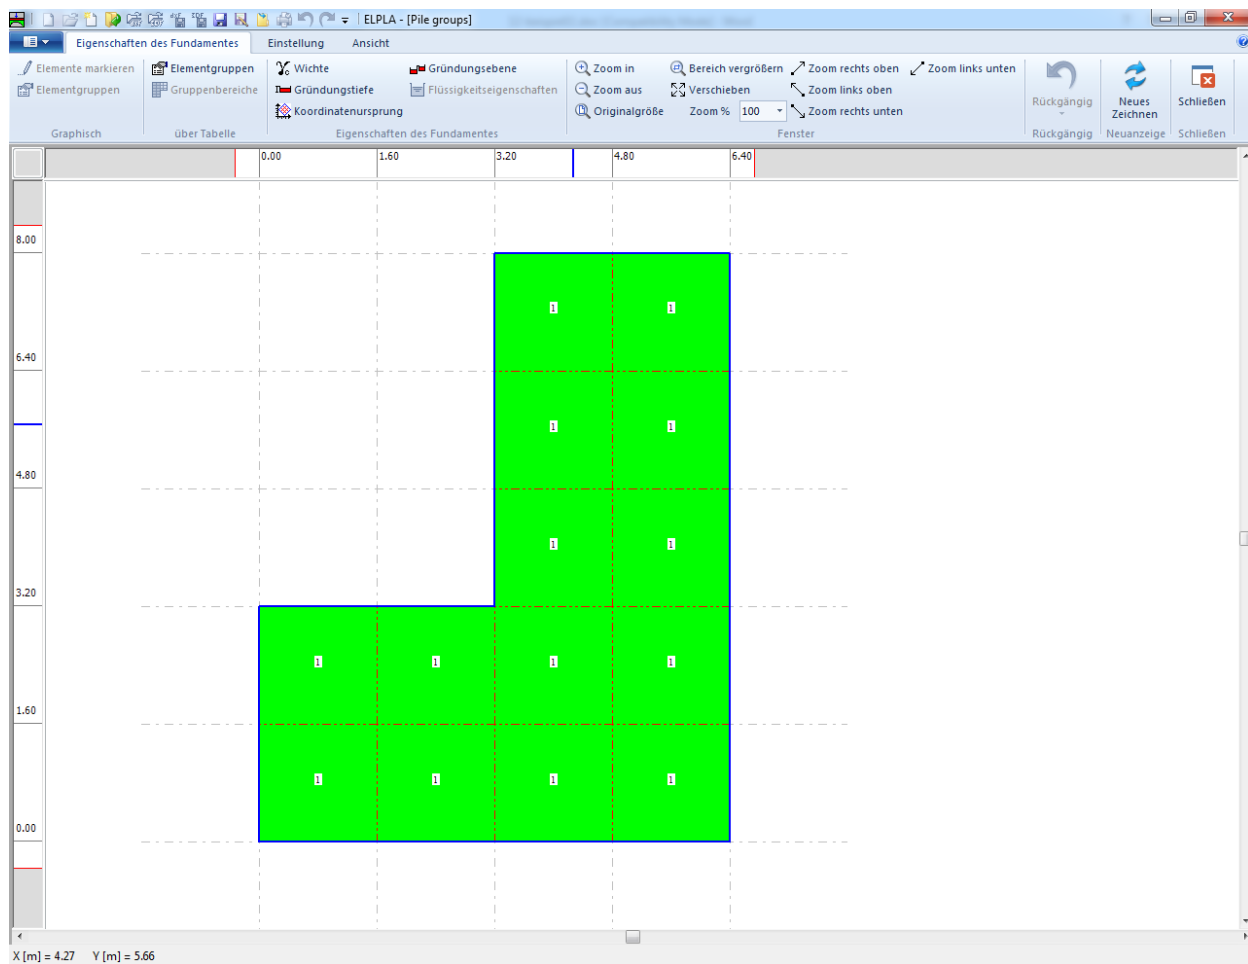
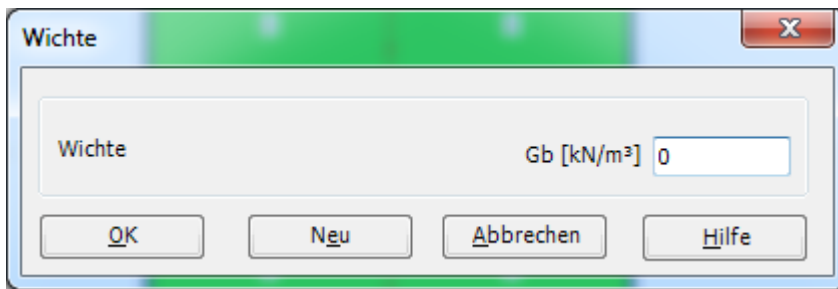

Bild 11.28 "Eigenschaften des Fundaments" Fenster
Bild 11.29 Dialogfeld "Wichte"
- Wählen Sie den Befehl "Eigenschaften des Fundaments" aus der Registerkarte "Daten". Das folgende Fenster im Bild 11.28 erscheint mit Standardwerten von Eigenschaften des Fundaments. In diesem Beispiel muss die Wichte des Fundamentbetons eingegeben werden. Die anderen Daten entsprechen den Eigenschaften des Fundaments in den Programmmenüs. Deshalb kann der Benutzer diese Daten aus den Standardwerten der Eigenschaften des Fundaments übernehmen
- Wählen Sie "Wichte" aus dem Menü "Eigenschaften des Fundaments" im Fenster von Bild 11.28. Das folgende Dialogfeld im Bild 11.29 mit einer Standardwichte von 25 [kN/m³] erscheint. Schreiben Sie 0 im Textfeld "Wichte", um die Eigengewicht des Betons zu vernachlässigen
- Wählen Sie "Speichern" aus dem "Datei"-Menü im Bild 11.28, um die Eigenschaften des Fundaments zu speichern
- Wählen Sie "Schließen" aus dem "Datei"-Menü im Bild 11.28, um zum Hauptfenster des Programms *ELPLA* zurückzukehren